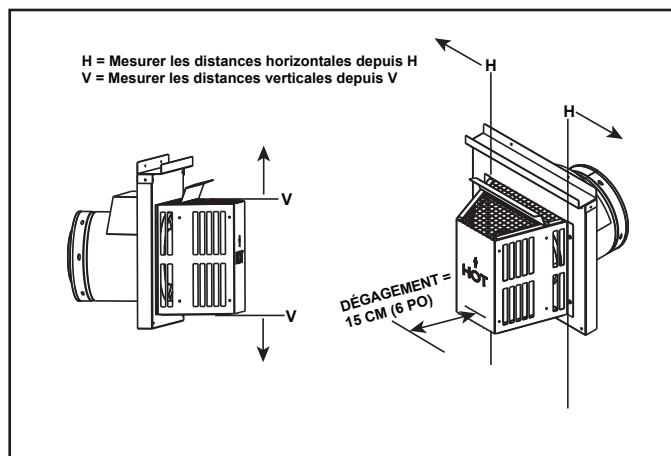

Figure 4.3
- Mesurez les dégagements horizontaux et verticaux du chapeau de l'extrémité comme indiqué à la figure 4.3 et 4.4.